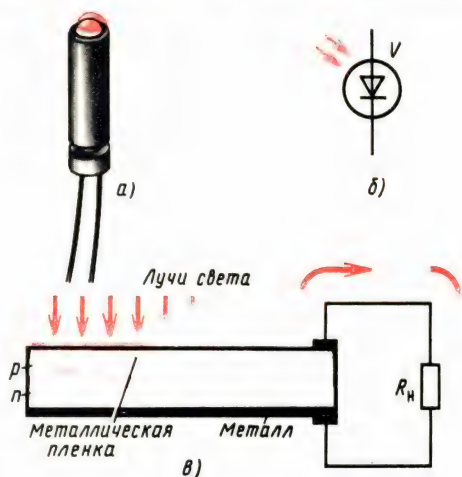

Рис. 247. Внешний вид (а), обозначение на схемах (б), устройство и схема включения (в) фотодиода
**Фотодиод**, являющийся светочувствительным элементом с запирающим слоем, по своему устройству напоминает плоскостной полупроводниковый диод (рис. 247). На пластину кремния